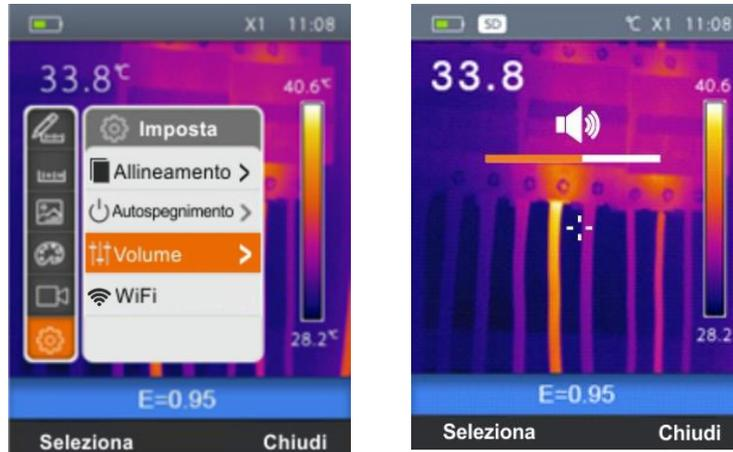

Fig. 15: Impostazione livello volume
1. Selezionare la voce “Volume” con i tasti o e premere il tasto . La videata di Fig. 15 – Parte destra è mostrata a display